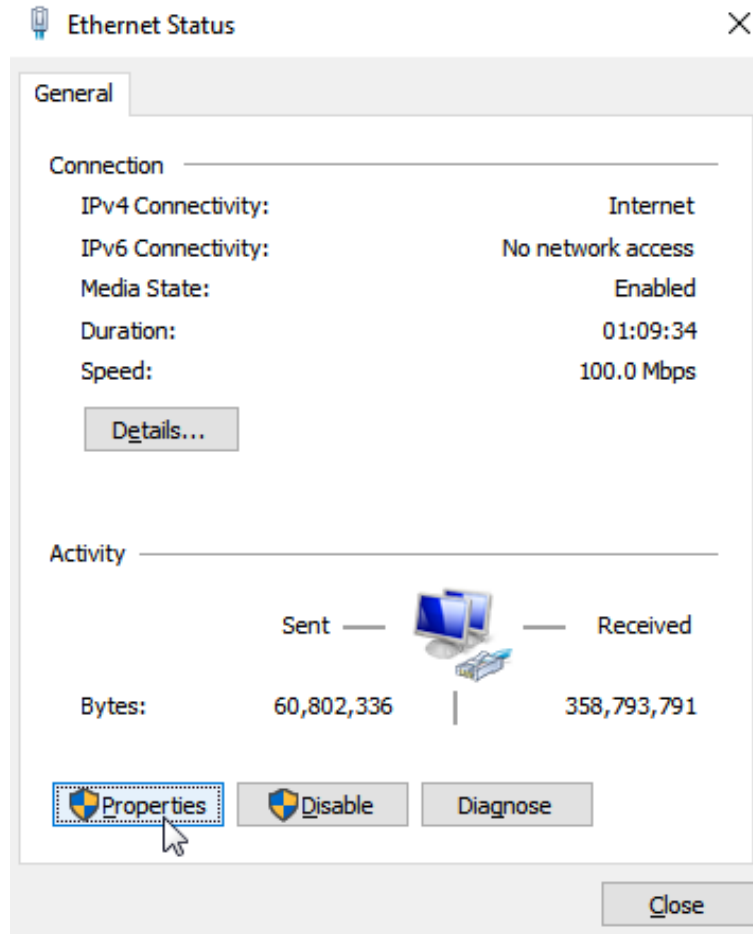

Figura A.5: Accediendo a las propiedades de la red
Passo 5 Haga clic en el botón “Propiedades” (Figura A.5).